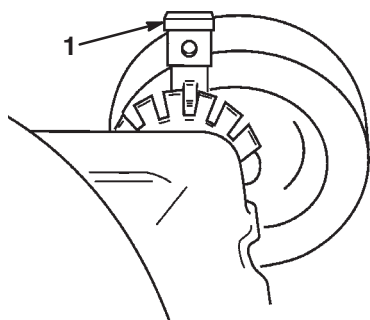

Figure 72
1. Pour changer la hauteur de coupe, tirer le levier de réglage en direction de la roue et l'amener sur la position désirée (Fig. 72).